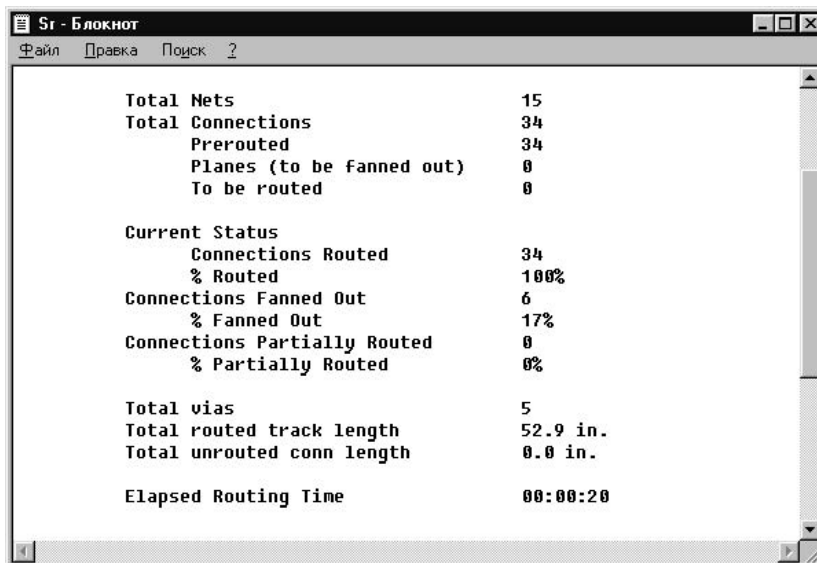

Рис.8.2.11
• После окончания трассировки командами **Reports/Routing Statistics** посмотреть итоговый статистический отчет (фрагмент отчета представлен на рис.8.2.11).